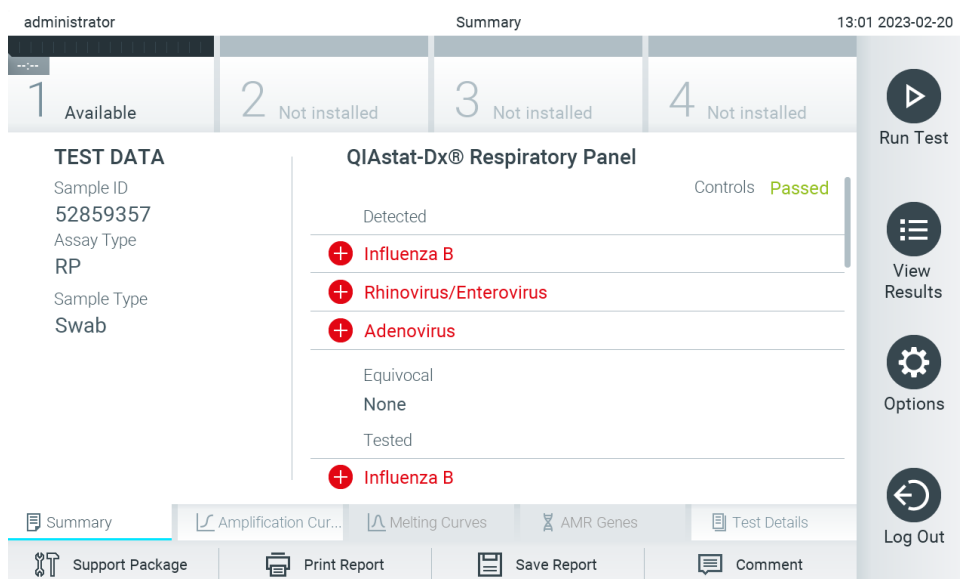

Figura 30. Ecranul Summary (Rezumat) cu rezultatele.
11. După ce cartușul de test QIAstat-Dx a fost scos, va apărea ecranul **Summary** (Rezumat) cu rezultatele (Figura 30).